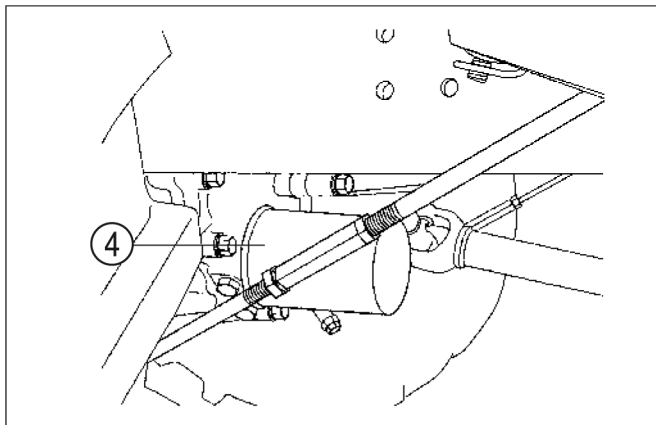

FIG. 62
**Abb. 62:** Den Hydraulikölfilter nach Ablassen des Öls immer ersetzen. Ölfilter (4) vorsichtig von seinem Sitz schrauben. Falls erforderlich einen Filterschlüssel verwenden.